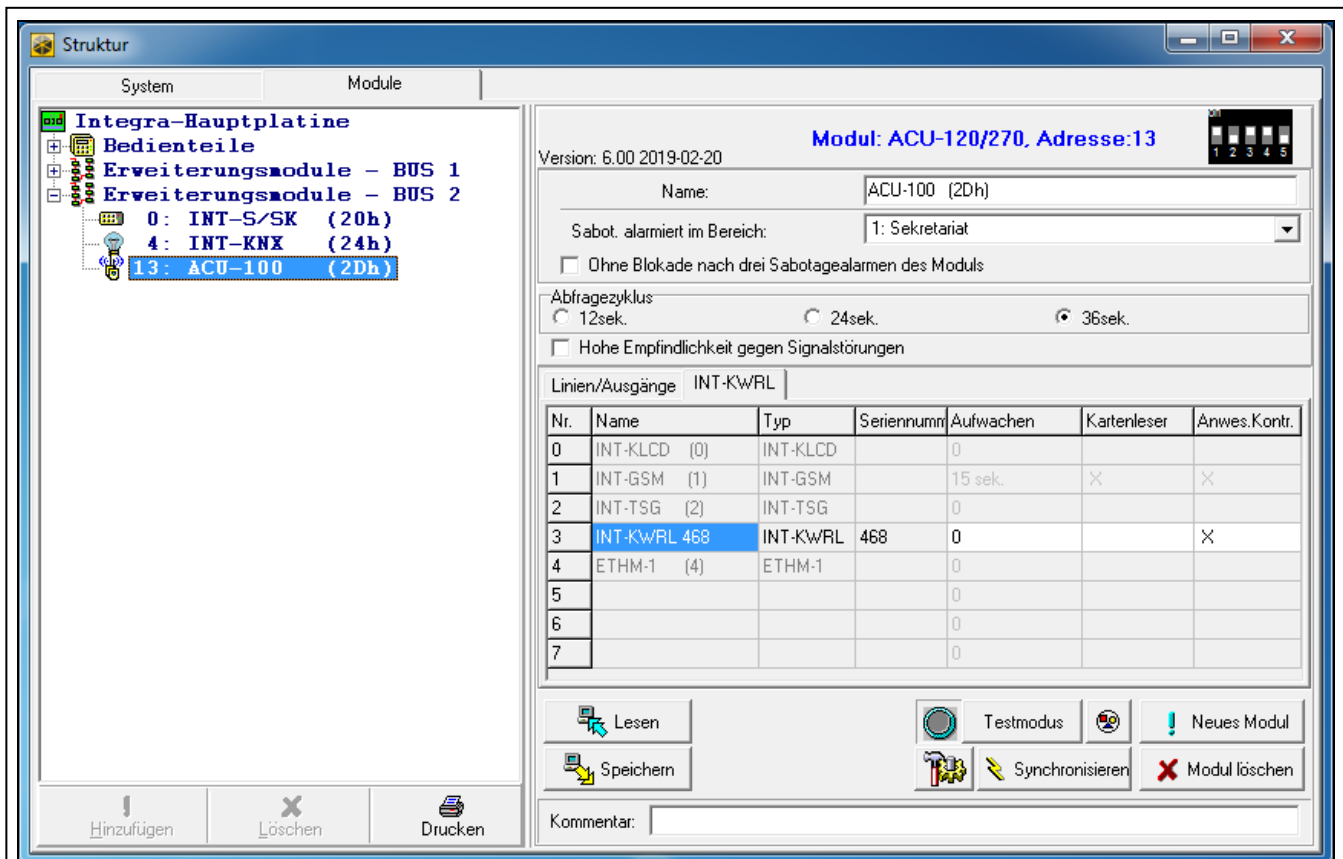

Abb. 6. Programm DLOADX: im ABAX 2 / ABAX Funkbasismodul gespeicherte Einstellungen des Bedienteils.
Um das Funk-Bedienteil hinzuzufügen, öffnen Sie das Fenster „Struktur“, die Registerkarte „Module“, danach klicken Sie in der Liste von Geräten auf den Namen des ABAX 2 / ABAX Funkbasismoduls und dann auf die Registerkarte „INT-KWRL“ (siehe: Abb. 6 S. 9).
Um das Funk-Bedienteil zu entfernen, öffnen Sie das Fenster „Struktur“, die Registerkarte „Module“ und klicken Sie in der Liste der Geräte auf den Namen des ABAX 2 / ABAX Funkbasismoduls und dann auf die Registerkarte „INT-KWRL“ (siehe: Abb. 6 S. 9).
- Programm DLOADX: →Fenster „Struktur“ →Registerkarte „Module“ →Zweig „Erweiterungsmodule“ →[Name des Funkbasismoduls] →Registerkarte „INT-KWRL“ (siehe: Abb. 6),